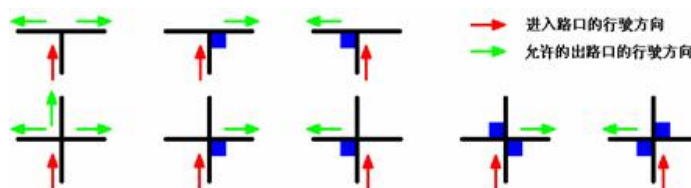

图3 转弯标志及允许的出口口行驶方向
- 3.2.5 在黑色引导线的十字或丁字交叉处，可能会出现50mm×50mm 的深蓝色转弯标志。机器人在遇到转弯标志时的正确动作方式如图3所示。